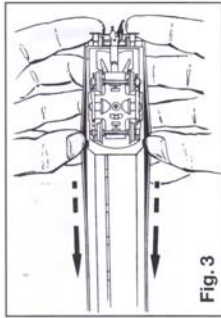

Fig. 3
3. Zur Montage des Lichtleiters ist das Entfernen des Wagenkastens notwendig. Mit den Fingernägeln in Höhe der Drehgestelle zwischen Wagenkasten und Wagenboden fassen und Wagenboden aufspreizen (Fig. 3). Der Wagenkasten löst sich vom Wagenboden und kann nach oben abgehoben werden.